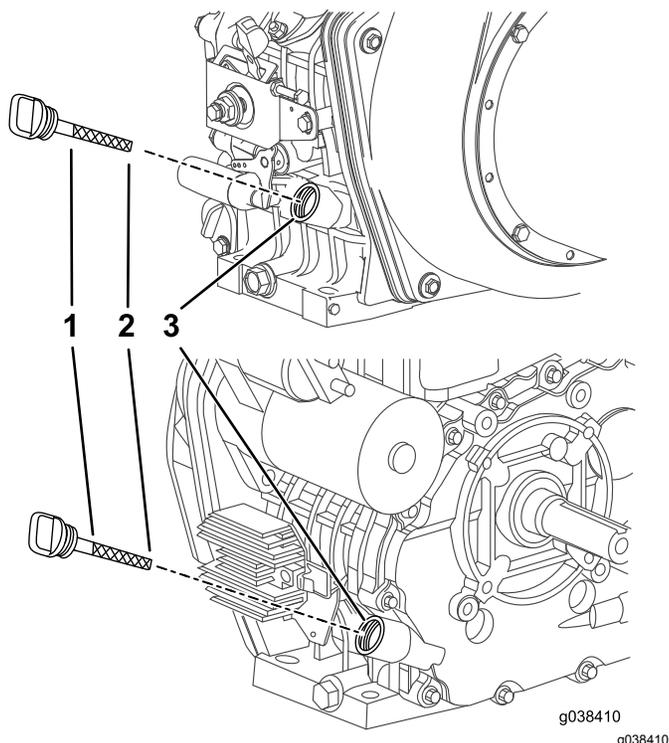

Рисунок 21
4. Очистите поверхность вокруг измерительного щупа (Рисунок 21), чтобы загрязнения не могли попасть в заливное отверстие и привести к повреждению двигателя.
5. Извлеките щуп и дочиста протрите его (Рисунок 21).
7. Извлеките масломерный щуп (Рисунок 21) и медленно залейте масло в заливное отверстие так, чтобы уровень масла находился между отметками верхнего и нижнего предельных уровней на щупе; см. Проверка уровня масла в двигателе (страница 21).